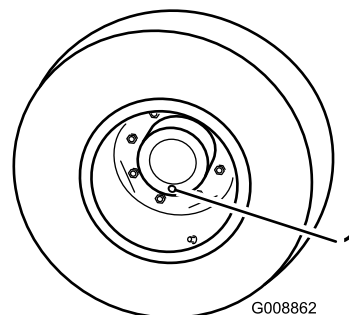

Figura 59
1. Coloque a máquina numa superfície nivelada, posicione uma roda de forma a que um dos tampões de verificação se encontre na sua posição mais baixa (6 horas) (Figura 59).